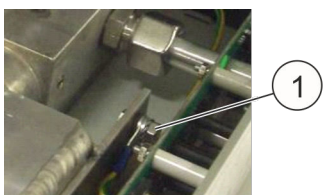

Fig. 47 : Vis de mise à la terre
- 7.** ➤ Retirer la vis de mise à la terre (Fig. 47 /1) du réservoir.